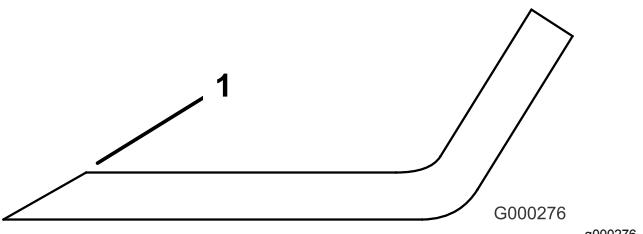

Bild 29
3. Untersuchen Sie die Schnittkanten aller Messer. Schärfen Sie alle stumpfen und ausgekerbten Schnittkanten. Schärfen Sie nur die Oberseite der Schnittkanten und behalten dabei den ursprünglichen Schnittwinkel bei, um die Schärfe des Messers zu gewährleisten (**Bild 29**). Das Schnittmesser behält seine Auswuchtung bei, wenn von beiden Schnittkanten die gleiche Materialmenge entfernt wird.